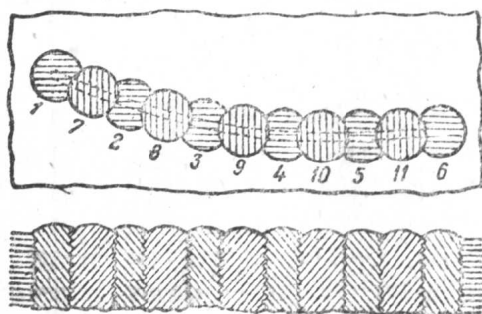

图5 用栽钉修堵裂缝
③栽钉法：此种方法仅能防止裂缝的渗漏现象，而不能恢复原来的刚性。其工艺过程是：首先按图5所标顺序1、2、3、4、5、6钻孔攻扣，并拧入紫铜螺钉，然后钻制7、8、9；